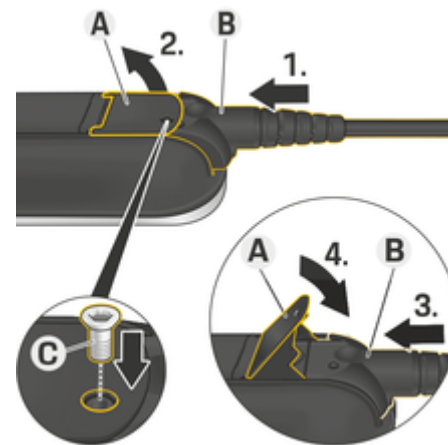

Fig. 49: Fijación del cable y el enchufe
- ✓ La palanca **A** (Fig. 49) está cerrada.
1. Inserte el enchufe **B** (Fig. 49) en la unidad de control hasta que note la primera resistencia.
5. Fije el conector **B** a la unidad de control mediante el tornillo **C** (Fig. 49).